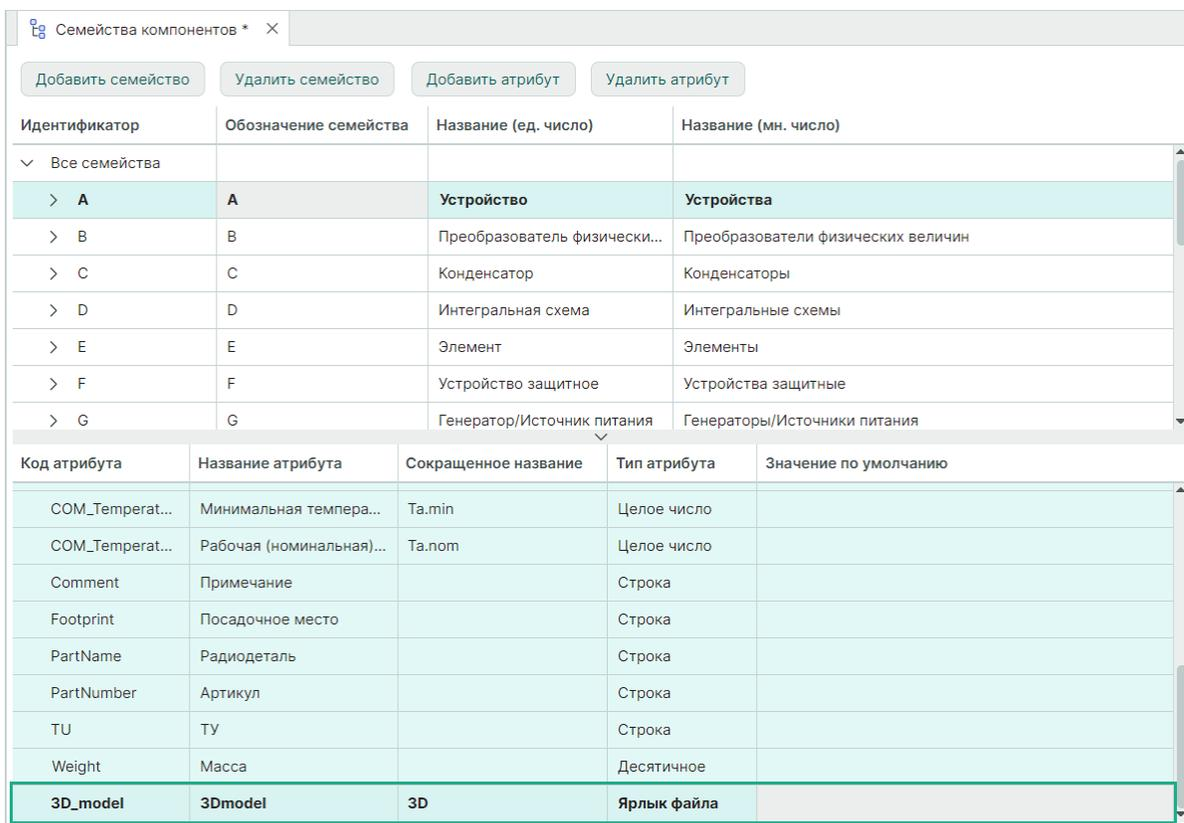

Рис. 172 Добавление атрибута в семейство «Устройство»
6. В новой строке для добавленного атрибута заполните столбцы, см. Рис. 172.